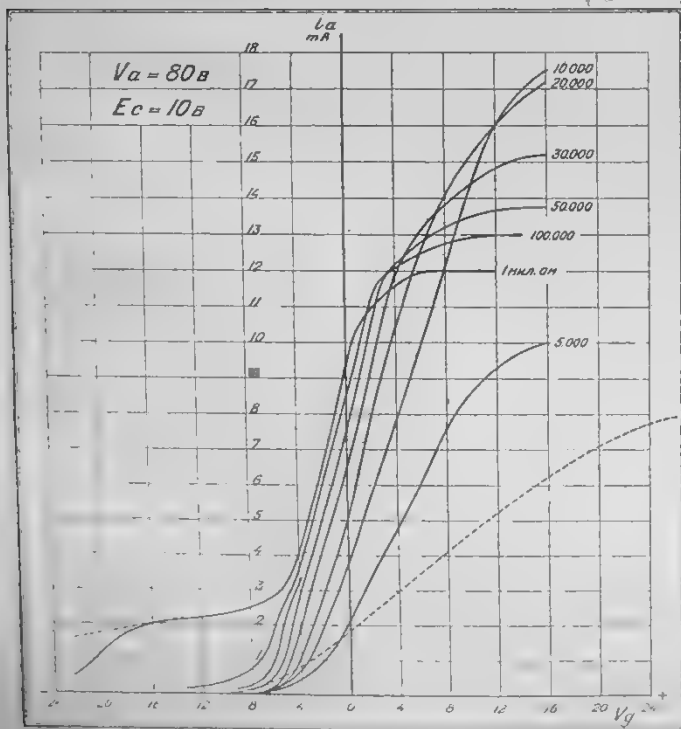

Рис. 7. Характеристика схемы при $V_a=80$ в.
2. Ток сетки, развивающийся при этом во 2-й лампе, к искажениям при правильном подборе сопротивления R не приводит, в отличие от всех других схем с сопротивлениями. Это видно из характеристик рис. 7, снятых для напряжения 80 вольт на аноде при смещающем напряжении $E_c=12$ вольт. (режим интересный для выпрямительных схем в пишущем телеграфном радиоприеме). Наилучшей характеристикой для громкоговорящего приема из приведенного семейства нужно считать для $R=50.000$ омов или даже 20.000 или 30.000 омов, при чем для того, чтобы вся характеристика подала в левую часть, E_c нужно понизить до 6 вольт.
На рис. 7 для сравнения дана пунктиром характеристика одной лампы.